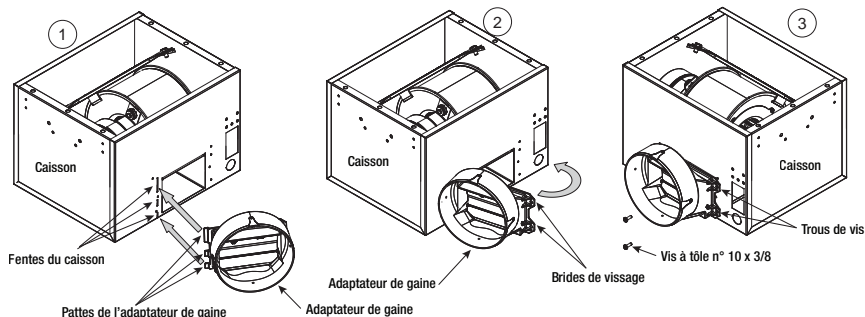

Figure 1
1. Voir la Figure 1. Insérer les pattes de l'adaptateur de gaine dans les fentes du caisson.